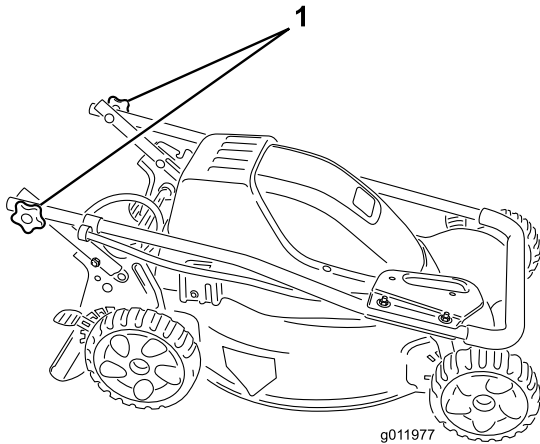

Figure 1
1. Desserrez les boutons du guidon (Figure 1).